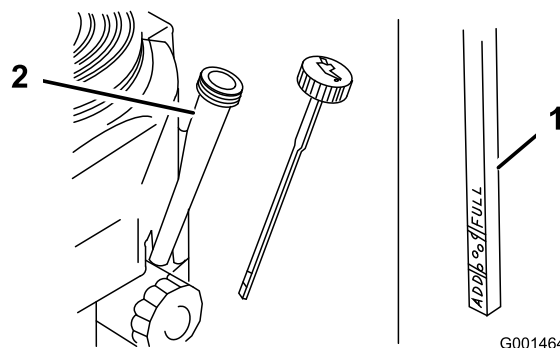

Figure 35
- Nettoyez la surface autour de la jauge d'huile (Figure 35) pour éviter que des impuretés tombent dans l'orifice et endommagent le moteur.
- Dévissez la jauge d'huile et essuyez soigneusement son extrémité (Figure 35).
- Remettez la jauge au fond du tube de remplissage, mais sans la visser (Figure 35).
8. Versez avec précaution environ 80 % de la quantité d'huile spécifiée dans le goulot de remplissage (Figure 35).